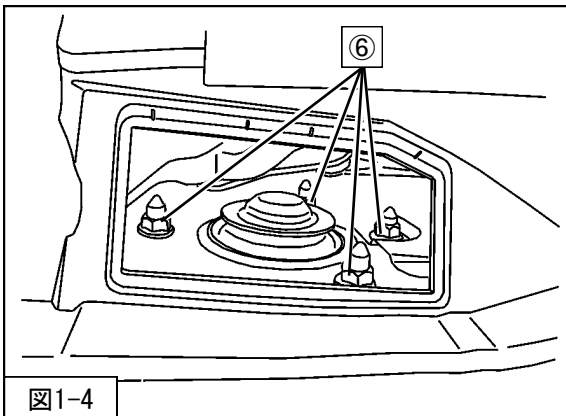

図1-4
5. ⑥ダンパーアッパー取付ナットを取外してください。(図1-4)